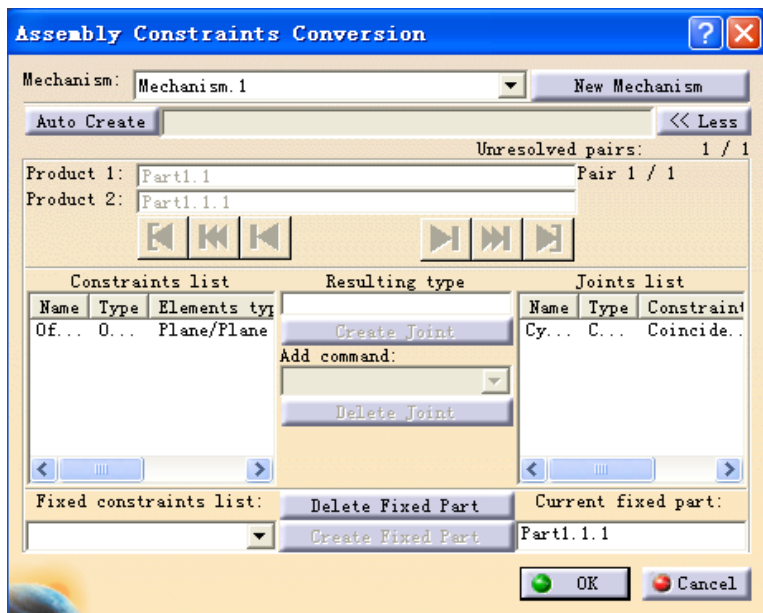

图 13-15
(3) 选择 Coincidence 后, Add command 中选择 Angle & Length, 再点击 Create Joint 和 Create Fixed Part (见图 13-15);